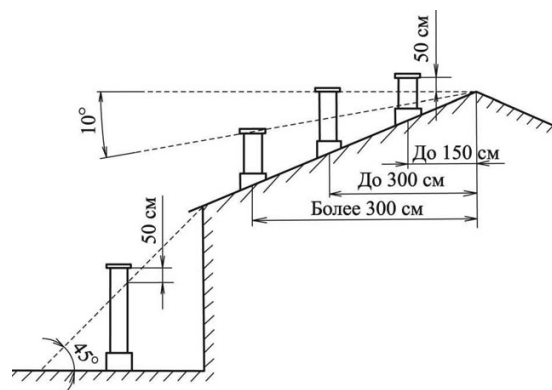

рис.1. Высота вентвыхода в зависимости от расположения
- для скатной кровли имеет значение удалённость выхода вентиляции от конька (см. рис. 1):